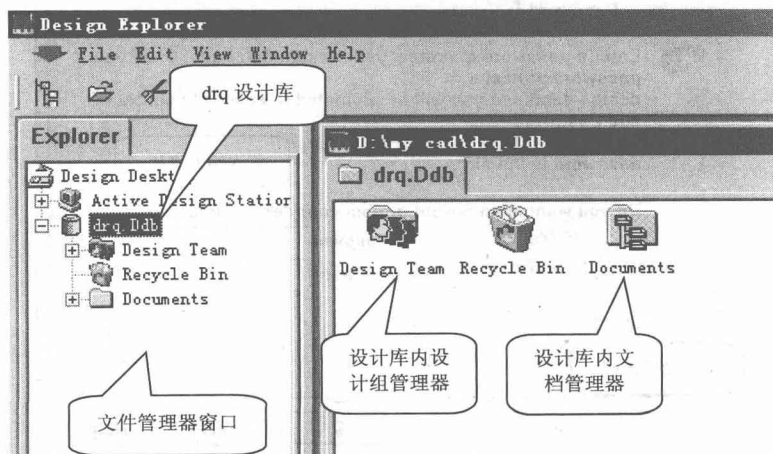

图 1.7 新建的 drq 设计管理器
(1) 在设计环境中, 单击工具栏上的“打开”按钮, 在 D:/MY CAD 中选中 drq.Ddb 文件, 打开后进入 drq 设计库管理器界面, 其操作方法与 Windows 资源管理器类似, 如图 1.7 所示。